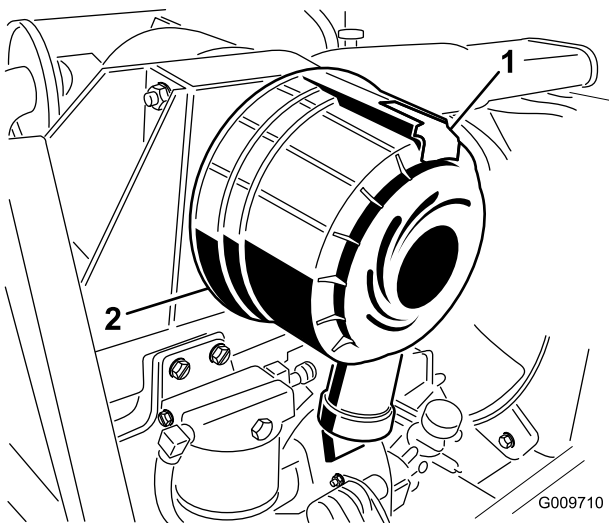

Figura 27
1. Puxe o trinco para fora e rode a cobertura do filtro de ar no sentido contrário ao dos ponteiros do relógio (Figura 27).